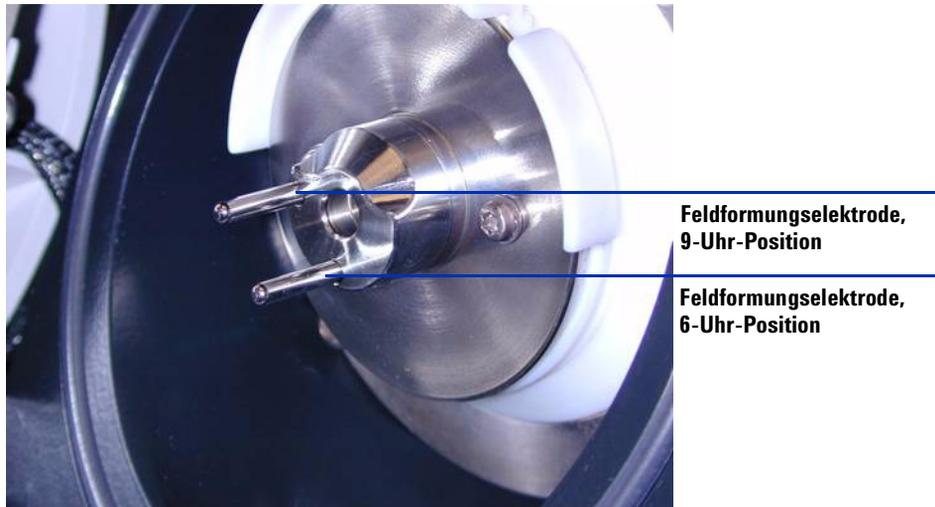

Abbildung 18 Multimode End Cap Assembly (Best.-Nr. G1978-60060)
- 3** Schrauben Sie die End Cap Assembly in den dafür vorgesehenen Halter. Siehe Abbildung 18.